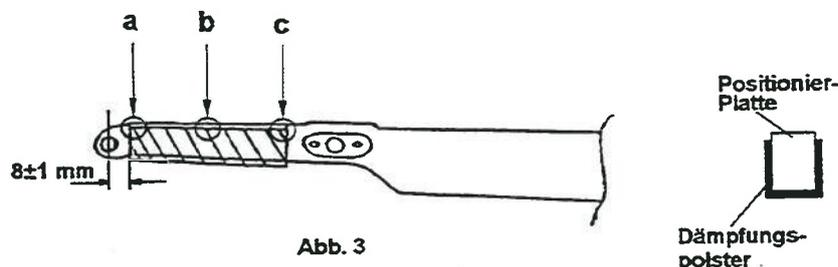

Abb. 3
4. Das Dämpfungspolster auf die Positionierplatte setzen und beidseitig an den gekennzeichneten Stellen mit Sekundenkleber fixieren [Abb. 3./Pos. a) b) c)]. Keinesfalls ganzflächig verkleben, damit die Dämpfungswirkung nicht negativ beeinflusst wird.